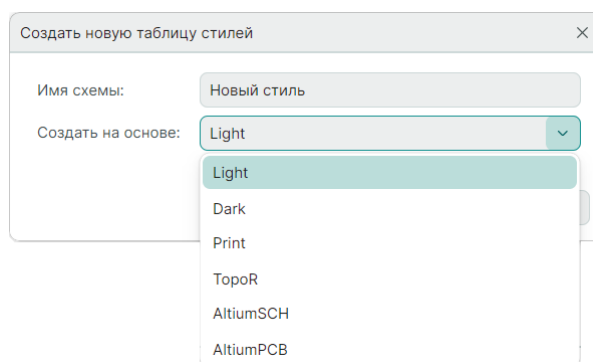

Рис. 136 Ввод имени и выбор исходных данных
3. Введите имя для новой цветовой схемы и выберите исходные данные для ее создания в поле «Создать на основе», см. Рис. 136.